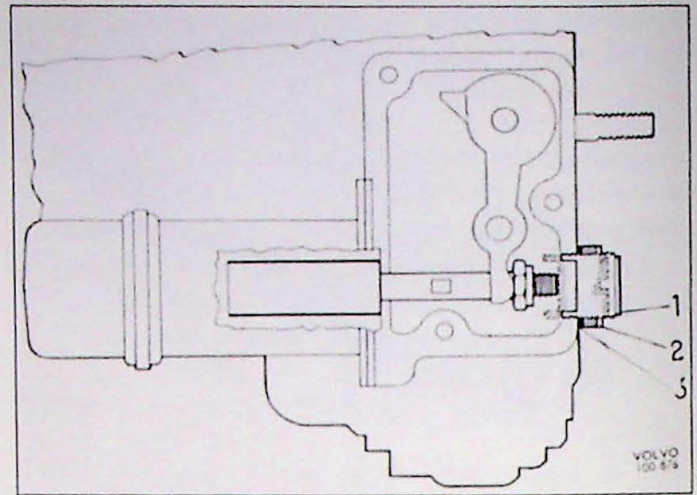

Fig. 7.22a. Afstellen van de bedieningsklep.
2. Verwijder het deksel boven de bedieningsarm. Schakel de overdrive in (motor uit, 4e versnelling ingeschakeld). Is het bedieningsventiel (solenoid) juist afgesteld, dan moet het mogelijk zijn een stift van 4,75 mm (3/16") diameter via het gat in de arm van de bedieningsklep in het huis te steken (Fig. 7.22a). Als dit niet kan, dan de moer (sleutel 7/16") zodanig verdraaien dat de 3/16" stift wel via het gat in de bedieningsarm in het gat van het huis valt.
het pompklep. Monteer de solenoïde. Draai de plug die aan de voorzijde van het huis zit (in het verlengde van de stift in de solenoïde), zodanig in dat het anker van de solenoïde aanligt. Controleer hierna of een pen van 4,75 mm (3/16) diameter door het gat in de arm in het huis gestoken kan worden (zie controle en afstellen bedieningsklep fig. 7.2.a en 7.22). Stel af als dat noodzakelijk is. Na het afstellen de plug 2½ slag uitdraaien (Fig. 7.22a); borg met borgmoer en draad.